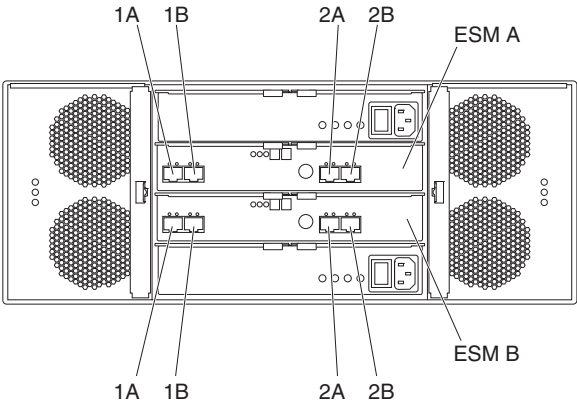

图 49. EXP5060 端口标签
3. DS5100 或 DS5300 控制器驱动器端口必须始终连接到非中继配置下 EXP5060 ESM 标记为 1B 的端口，以及驱动器中继配置下 EXP5060 ESM 标记为 1B 和 2B 的端口。图 49 显示了 EXP5060 上的端口标签。